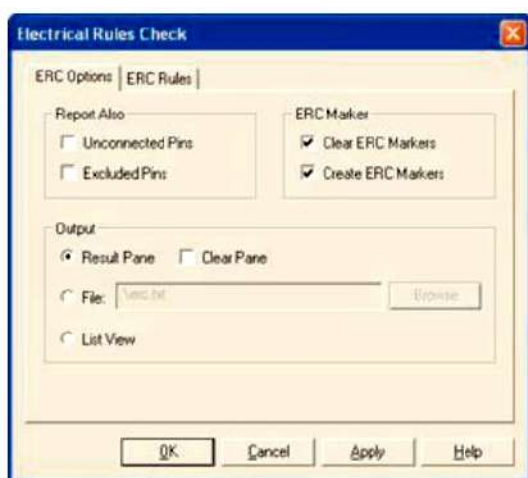

Рисунок 23. Закладка Опції перевірки
2. Налаштуйте параметри звіту на закладці **Параметри перевірки (ERC Options)**, малюнок рисунок 23).